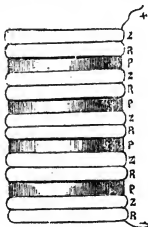

Fig. 27.
**VOLTA (Pila).** — Dopo numerosissime esperienze, Volta nel 1800 fondandosi sulla sua teoria del contatto, fu condotto ad inventare il meraviglioso apparato che ha immortalizzato il suo nome. Si disse pila per la sua forma primitiva a pila, nome che poi venne generalizzato a qualunque apparato in seguito immaginato per svolgere l'elettricità dinamica. La pila di Volta si compone di una serie di dischi di zinco e rame, gli uni sopra gli altri disposti, e separati mediante rotelle di panno (*Fig. 27*)